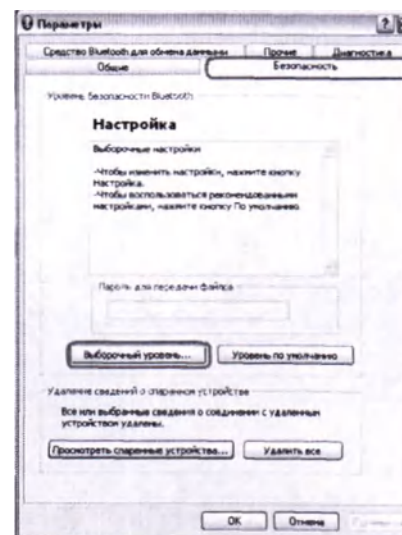

Рис. 4
- Выберите закладку «Безопасность» для перехода в окно установки уровня безопасности. Нажмите кнопку «Выборочный уровень...» (рис. 4).